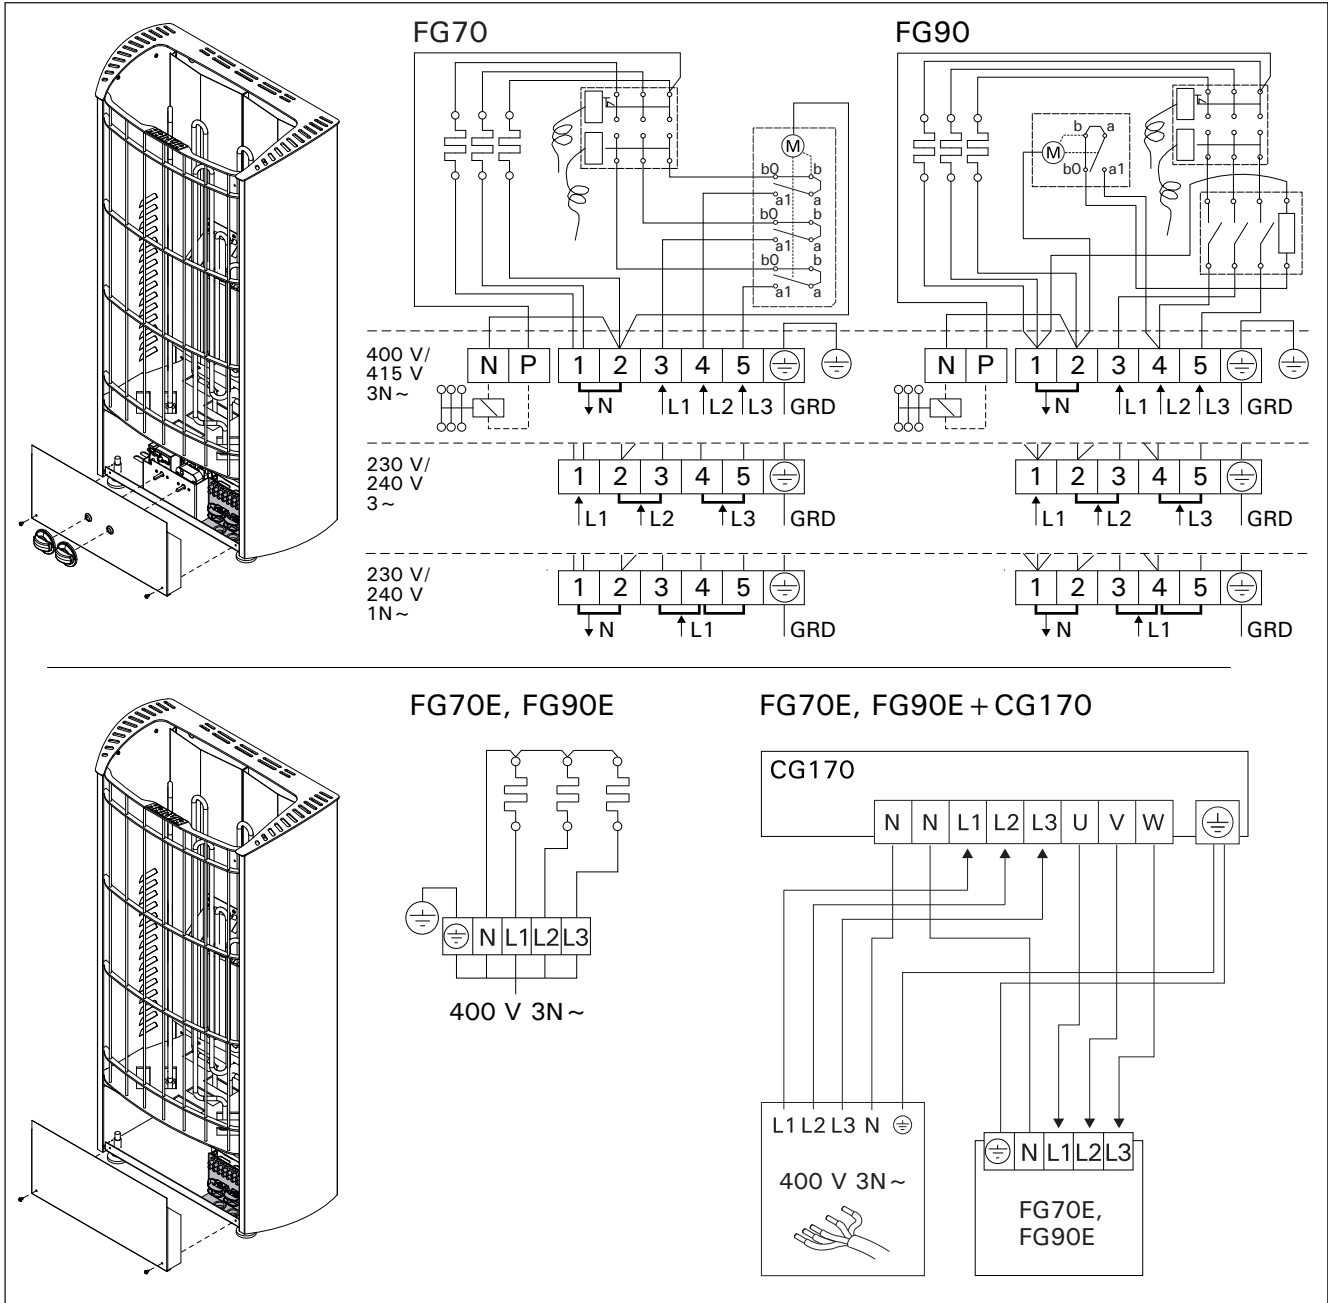

Figura 9. Conexiones eléctricas
- Además de sus conectores, los calentadores de los modelos FG cuentan con un conector (P) que permite el control de la calefacción eléctrica (figura 9). El control de tensión se transmite desde el calentador cuando se ha encendido el calentador. El cable de control de la calefacción eléctrica va directamente desde la caja de terminales al calentador y de ahí al bloque de terminales del calentador, mediante un cable con recubrimiento de goma que tiene el mismo grosor que el hilo de conexión.